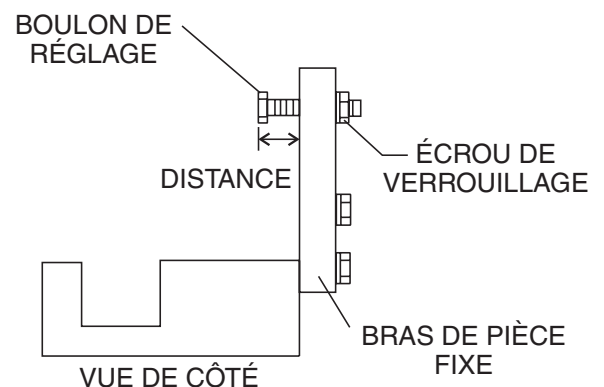

Figure 42. Outil de réglage de bras de truelle, vue latérale.
La figure 42 montre la pièce fixe de réglage dans laquelle est introduit un bras de truelle. Lorsque chaque bras de truelle est verrouillé dans la pièce fixe, le boulon du bras est réglé au point où il touche une butée sur la pièce fixe. Cela permet de régler de façon uniforme tous les bras de truelle, en fournissant une finisseuse qui est aussi plane et uniformément inclinée que possible.
5. Ajuster la « distance » de boulon indiquée sur la figure 42 pour qu'elle corresponde à l'un des bras. Les autres bras seront ajustés pour correspondre à cette distance.